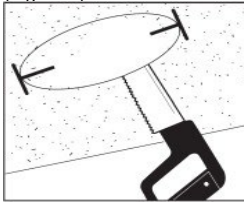

Figure 1
■ Si un nouveau trou doit être percé, utilisez le gabarit de perçage fourni. Veuillez placer le modèle à l'emplacement souhaité. Marquez le cercle correspondant à la bague extérieure à l'aide d'un stylo ou d'un crayon (non fourni). Découpez l'ouverture à l'aide d'une scie (non fournie). (Figure 1)